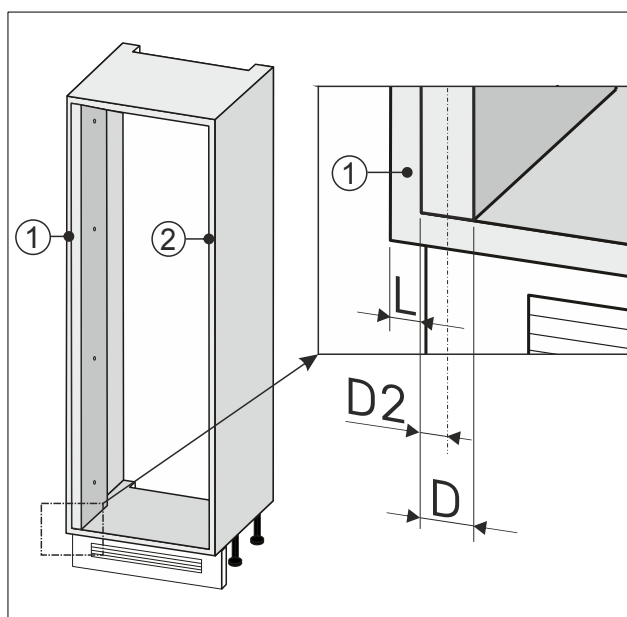

Fig. 91
- Zabilježite pola širine Fig. 91 (D2) zidne ispune.